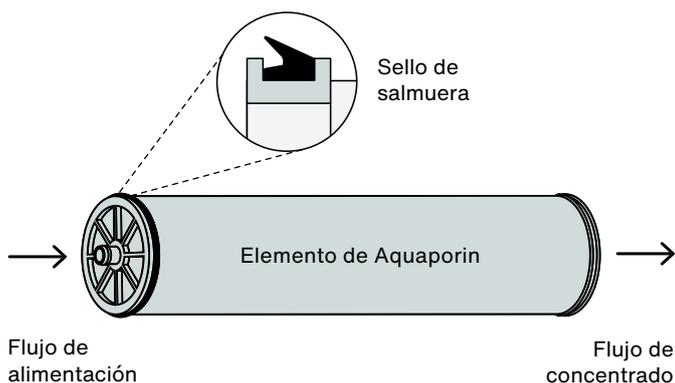

Figura 1: Orientación del sello de salmuera.
1. Las membranas de OI se cargan con el sello de salmuera orientado hacia la dirección de la corriente ascendente (**Figura 1**). Es una buena práctica cargar las membranas desde el lado de alimentación, de modo que el primer elemento cargado sea el elemento de cola y el último elemento cargado sea el primer elemento. Durante el proceso, se recomienda mantener las membranas de OI en sus bolsas de plástico hasta que se carguen. Asegúrese de mantener un registro de carga del número de serie de cada elemento, la ubicación del tubo de presión y la posición.